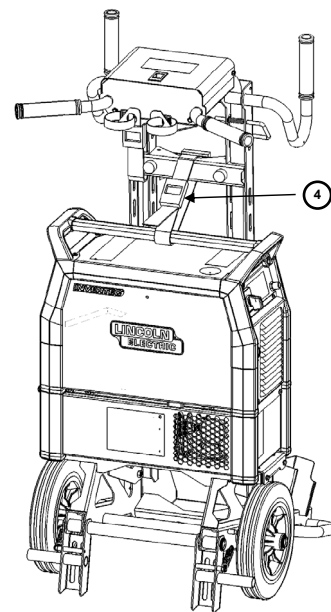

Figure 5
4. Utilisez la ceinture autour de la poignée et du chariot pour finaliser l'installation. (Figure 5)